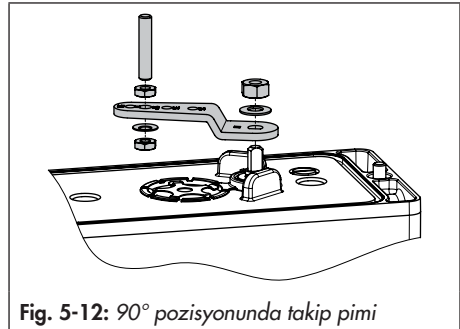

Fig. 5-12: 90° pozisyonunda takip pimi
4. Takip pimini pozisyoner koluna 90° pozisyonunda yerleştirin ve sabitleyin (bkz. Fig. 5-12).
5. Pozisyoneri adaptör braketini (1) üzerinde, takip pimi tahrik ünitesinin takip çarkına (3) geçecek şekilde hizalayın.
6. Sabitleme vidalarını (6) kullanarak pozisyoneri adaptör braketine (4) sabitleyin.
7. Tip 3710 Ters Amplifikatörü (7) iki kılavuz burç (8) ve terminal plakası (9) ile